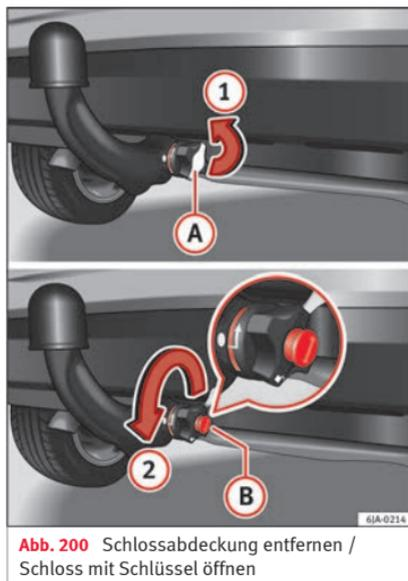

Abb. 200 Schlossabdeckung entfernen / Schloss mit Schlüssel öffnen
- Nehmen Sie die Abdeckung **A** in Pfeilrichtung **1** » **Abb. 200** vom Schloss des Handrändelrads ab.